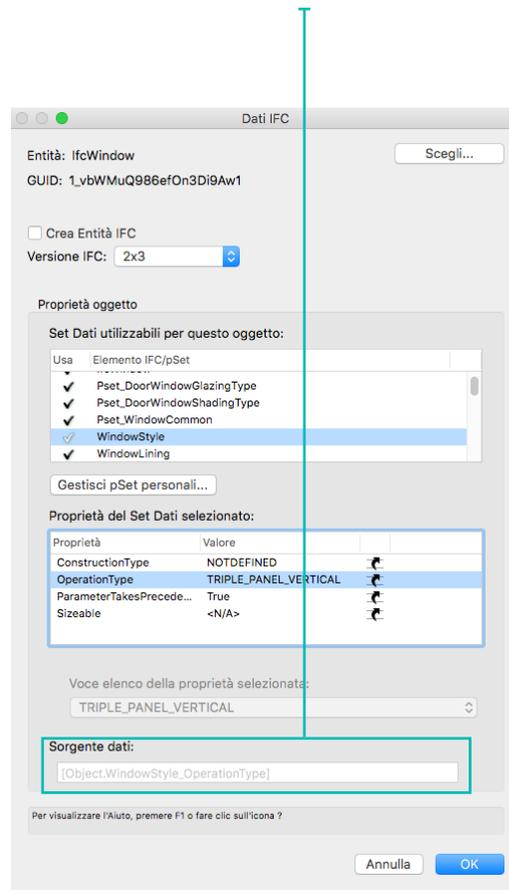

FIGURA 4D
- La sorgente dei dati per il valore del parametro selezionato nel pSet (cioè l'equivalente Vectorworks di un parametro dati in un oggetto) (FIGURA 4D).